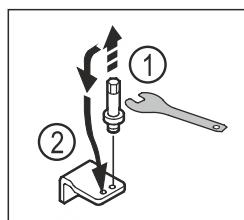

Fig. 17
- Čap dolnej ložiskovej kontroly vyskrutkujte vonkajším kľúčom na šesťhrannú maticu SW5. Fig. 17 (1)
- Nasadťte čap na opačnú stranu. Fig. 17 (2)